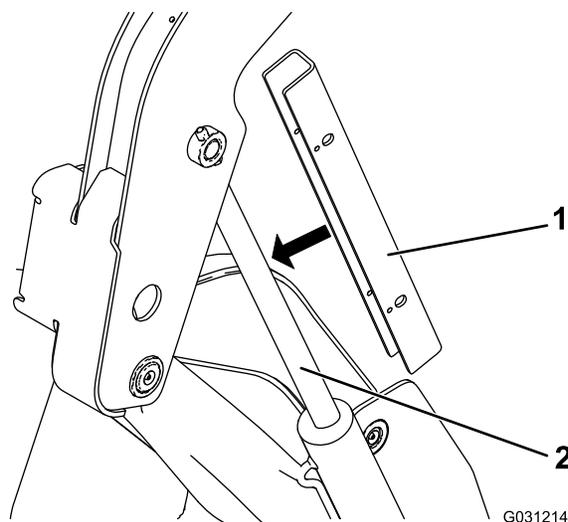

Рисунок 35
5. Поместите замки на шток гидроцилиндра подъема (Рисунок 35).